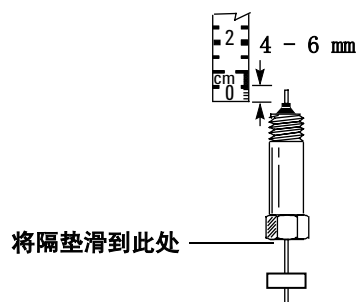

图 14 标记色谱柱
- 2 使色谱柱穿过垫圈伸出 4 – 6 mm（如图 14）。把隔垫向上滑到柱螺帽，以标记长度。